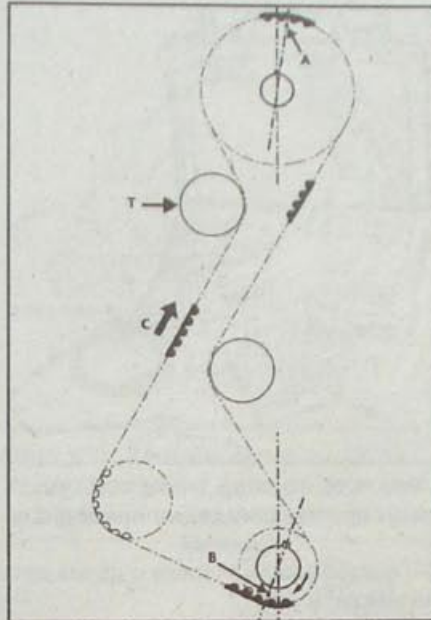

Рис. 1.21. Ремень привода газораспределительного механизма:
- Освободите натяжной ролик (Т, рис. 1.21) ремня привода газораспределительного механизма. Если ослабить гайку крепления натяжного ролика более чем на один оборот, натяжной ролик может сойти с оси.